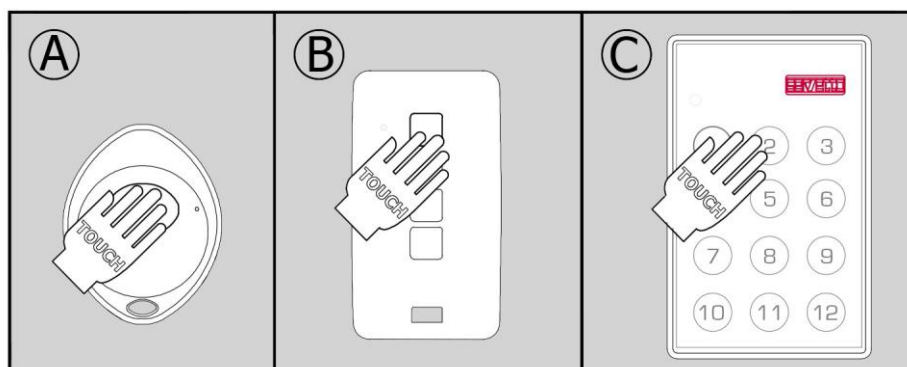

Abb. 23
- 2 - Die gewünschte Taste der Fernbedienung drücken (Abb. 23), man hört ein weiteres „BIP“.
Verfügbare Fernbedienungen (Abb.23)